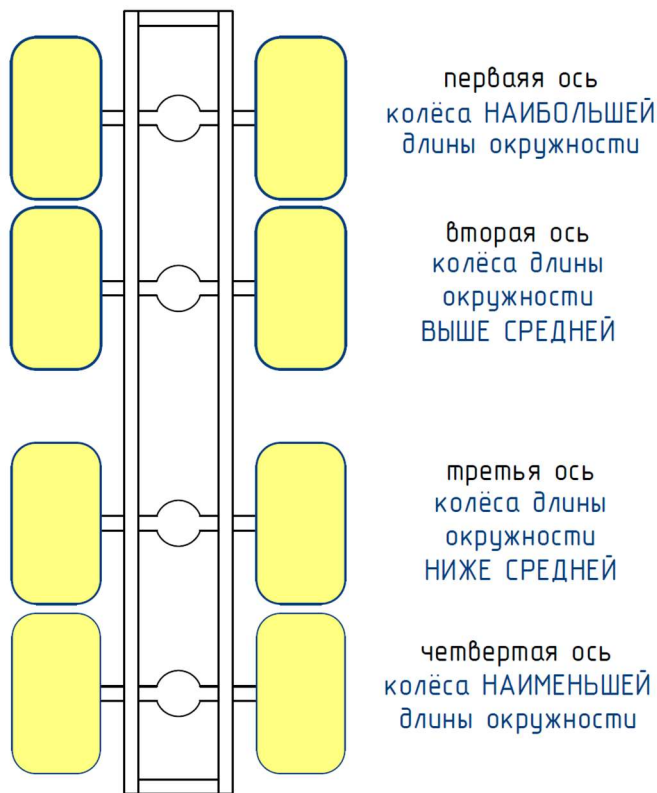

Рис. 14.1 Расстановка колёс
- В случае, если длина окружности колёс разная их следует располагать на снегоболотоходе в порядке убывания длины окружности от передней оси к задней, учитывая вышеуказанную рекомендацию для колёс на одной оси (рис. 14.1).